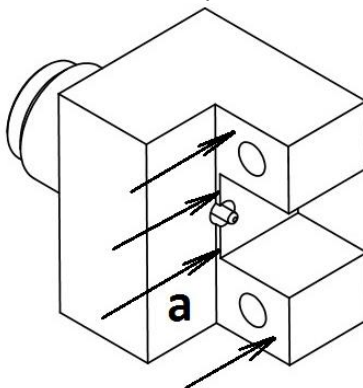

Рисунок 4. Нанесение паяльной пасты на корпус розетки торцевой
1. Нанесите паяльную пасту NC297DX(10) Sn62Pb36Ag2-AIM на корпус розетки торцевой, согласно рис. 4. На поверхности «а» не допускается наличие паяльной пасты.